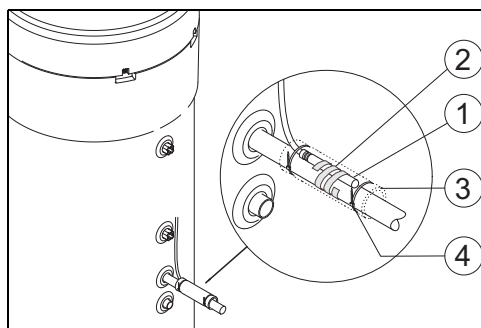

Bild 8
- ▶ Den Temperaturfühler, der am Zubehör angeschlossen wird, (Bild 8, [1]) wie in Bild 8 dargestellt positionieren.
- ▶ Temperaturfühler mit der mitgelieferten Kunststoffspirale am Rohr befestigen (Bild 8, [2]).
- ▶ Temperaturfühler mit Isoliermaterial (Bild 8, [3]) umhüllen.
- ▶ Isolierung mit den 2 mitgelieferten Kabelbindern (Bild 8, [4]) fixieren.